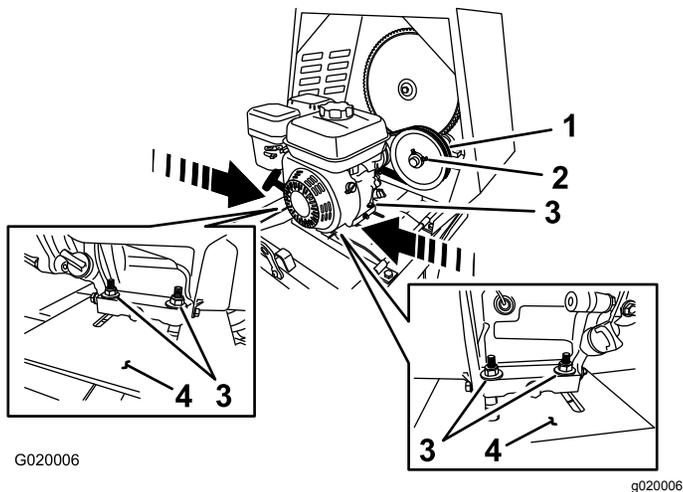

Figure 66
- Desserrez les écrous et boulons qui fixent le moteur au plancher moteur (Figure 66).
- **Pour accroître l'entrefer** – éloignez le moteur de la poulie de tension (Figure 66).
- **Pour réduire l'entrefer** – rapprochez le moteur de la poulie de tension (Figure 66).